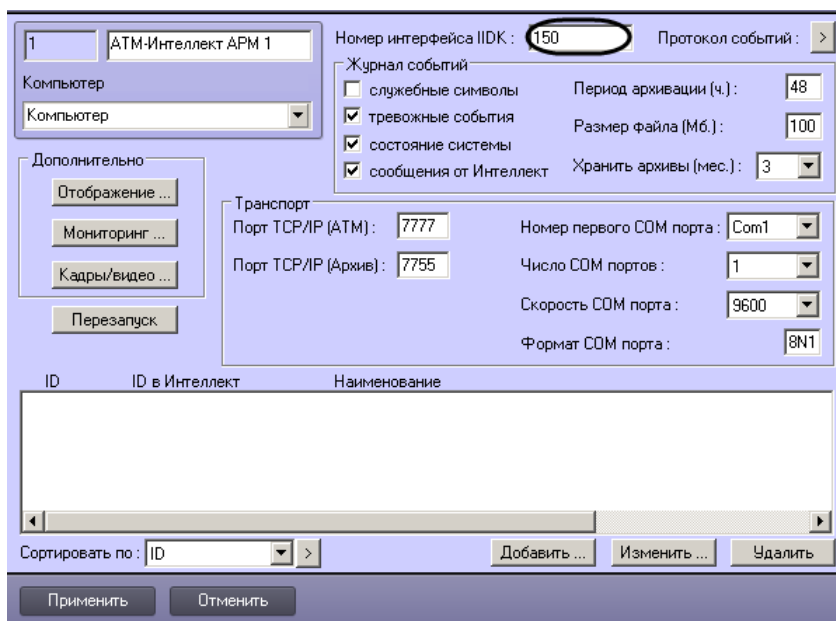

Рис. 6.2—3 Панель настройки объекта АТМ-Интеллект АРМ
- В поле **Номер интерфейса IIDK** ввести идентификатор объекта **Интерфейс IIDK**, созданного на шаге 2 (см. Рис. 6.2—3).